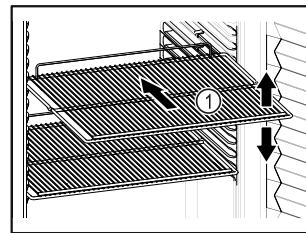

Fig. 59 Приблизне відображення
- Якщо решітки для зберігання Fig. 59 (1) знімні, відрегулювати по висоті.